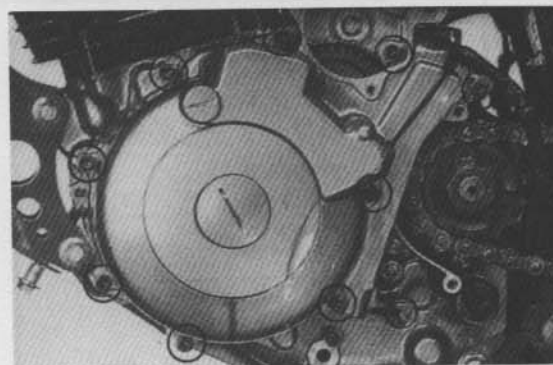

Bild 82
- Neun Innensechskantschrauben SW 5 am Generatordeckel entfernen (Bild 82). Deckel abnehmen und Dichtung entfernen. Auf Verbleib der beiden Passhülsen achten!